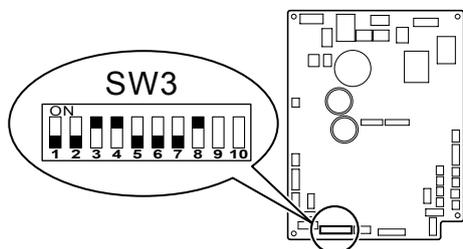

Fig. 6-2
6.2. Instelling van de ingebouwde binneneenheid (moet worden uitgevoerd) (Fig. 6-2)